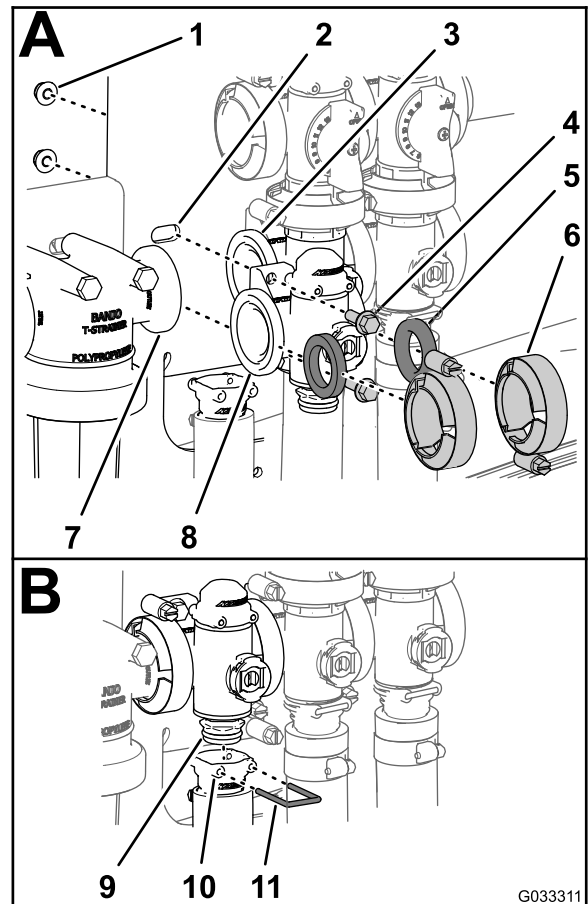

Figura 80
1. Alinee una junta entre las bridas del distribuidor de la válvula de control de caudal y la cabeza del filtro de presión (Figura 80 A).
2. Monte el distribuidor de la válvula de control de caudal, la junta y la cabeza del filtro de presión con una brida de fijación y apriete a mano (Figura 80 A).
3. Alinee una junta entre las bridas del distribuidor de la válvula de control de caudal y el distribuidor de la válvula de agitación (Figura 80 A).
4. Monte el distribuidor de la válvula de control de caudal, la junta y el distribuidor de la válvula de agitación con una brida de fijación y apriete a mano (Figura 80 A).
5. Monte la válvula de control de caudal en el soporte de la válvula con los 2 pernos con arandela prensada y 2 contratuercas con arandela prensada (Figura 80 A) que retiró en el paso 3 de Retirada del distribuidor de control de caudal \(página 66\) y apriete el perno y la tuerca a entre 10 y 12 N·m.
6. Monte el conector de salida en el acoplamiento inferior del distribuidor de la válvula de control de caudal (Figura 80 B).
7. Sujete el conector de salida al acoplamiento insertando una horquilla de retención en el alojamiento del conector de salida (Figura 80 B).